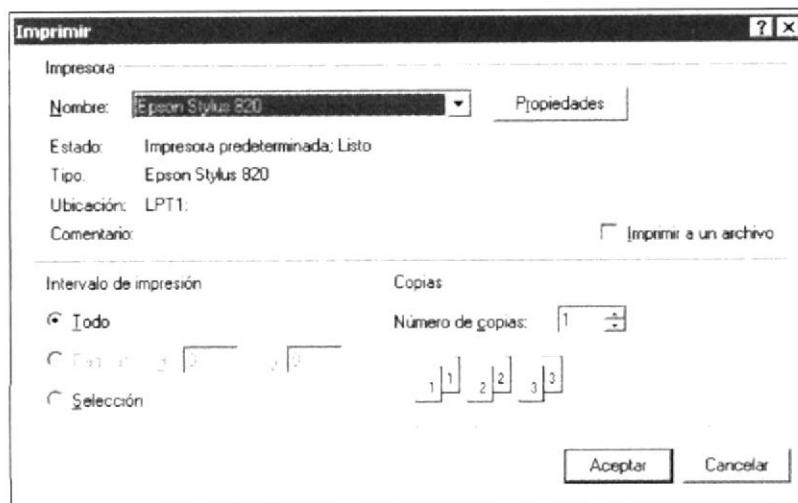

Figura 6.5 Configuración de impresión.
- Modificar las propiedades de la impresora seleccionada, dando clic en el botón **Propiedades** de la figura 6.5.